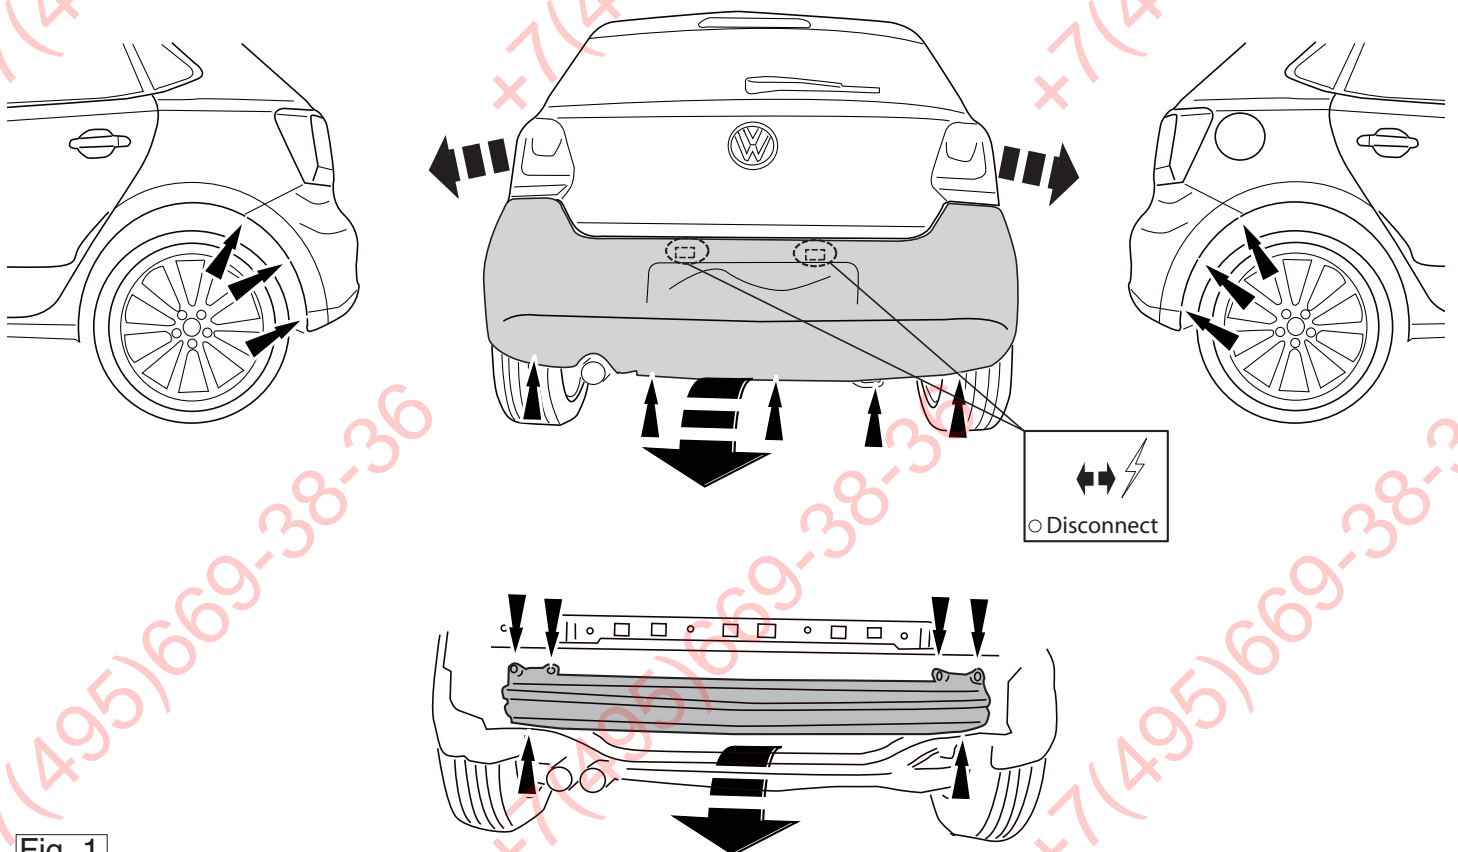

Fig. 1
2. Remove bumper (Torx head screws around each wheel arch, along lower edge of rear panel, beneath each light cluster) from the vehicle. The bumper beam will no longer be needed. Replace the nuts. See figure 1.
2. Снять бампер вместе со стальными буферными брусом автомобиля буферный брус больше не понадобится. Поставить болты на место. См. рисунок 1.